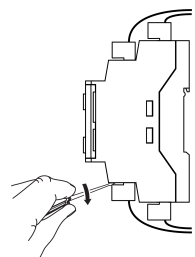

Рисунок 2 – Отсоединение съемных частей клемм
1. Снять ответные части съемных клеммников (см. *рисунок 2*).